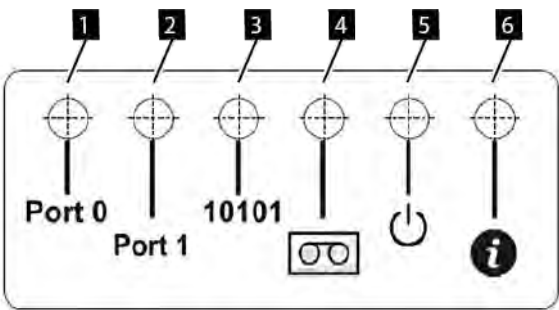

Figura 65. Indicatori slitta unità
3. Sul retro di ogni unità nastro. Fare riferimento a Figura 65 a pagina 101 e Tabella 43 a pagina 101.